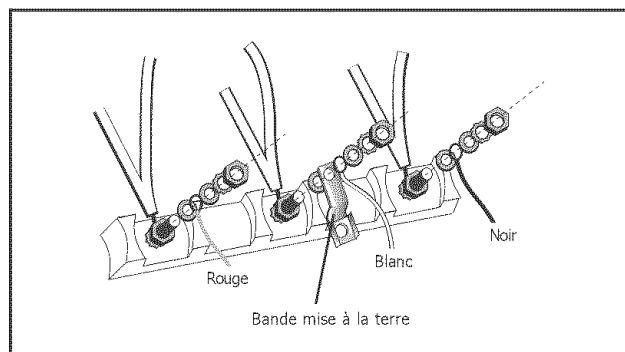

Figure 7
4. Attacher le fil blanc, rondelle ronde, rondelle étoile et écrou DANS CET ORDRE sur le dessus de la bande de mise à la terre, tige centrale. NE PAS enlever la bande de mise à la terre, voir figure 7.
5. Attacher le fil rouge, rondelle ronde, rondelle étoile et écrou DANS CET ORDRE sur la tige gauche, voir figure 7.
6. Attacher le fil noir, rondelle ronde, rondelle étoile et écrou DANS CET ORDRE sur la tige droite, voir figure 7.